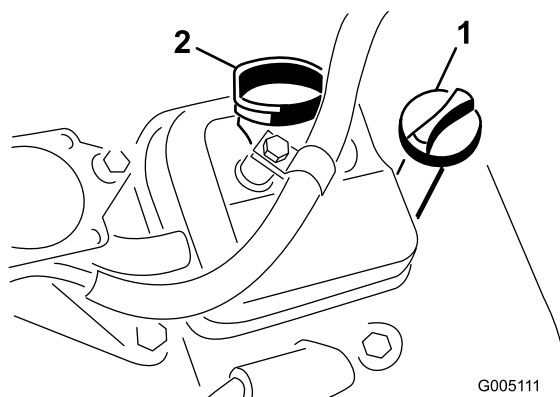

図 24
2. ディップスティックを抜き出し、ウェスで一度きれいに拭く。ディップスティックを、チューブの根元までもう一度しっかりと差し込む（図 24）。